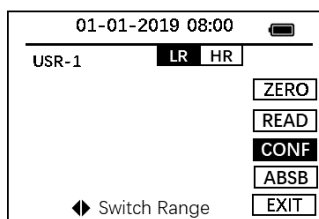

Figura 10.
4. Con **CONF** resaltado, pulse la tecla **OK** (Figura 10).